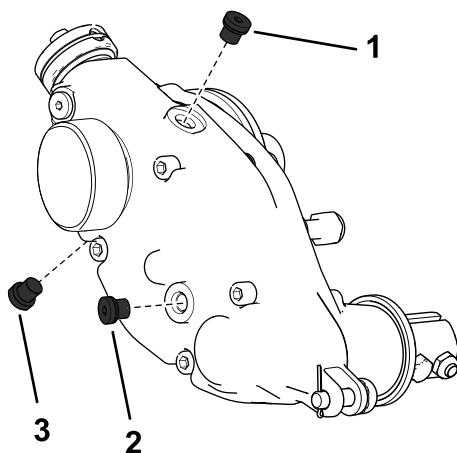

図 28
2. ハウジングの下にあるドレンプラグを抜く 図 28。
3. ハウジングの側面にあるオイル補給プラグと上部にある通気プラグを抜いてオイルを抜けやすくする 図 28。